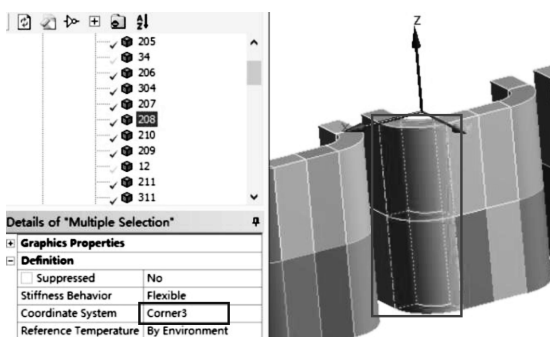

图 10-15 分配 Corner3 坐标系及选中模型
(3) 在导航树里单击【Corner3】，图像区域显示 Corner3 坐标在模型中的位置，选择线圈 202 和 208 模型；接着单击右键，从弹出的快捷菜单中选择【Go To】→【Corresponding Bodies in Tree】转移到导航树区域，【Details of “Multiple Selection”】→【Definition】→【Coordinate System】= Corner3，其他默认，如图 10-15 所示。